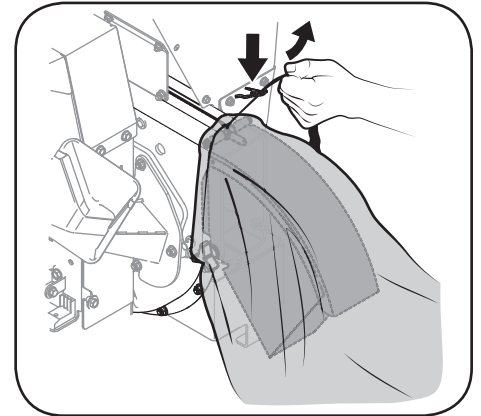

Figura 3-4
1. Coloque la abertura de la bolsa completamente sobre el canal deflector. Vea la Figura 3-4.